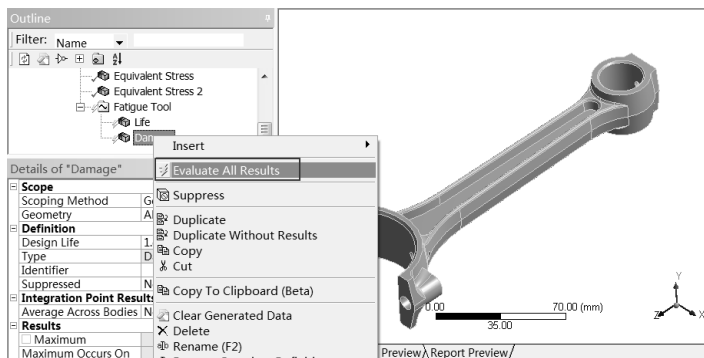

图 16-31 显示几何图形
Step1 : 如图 16-31 所示，选择 Evaluate All Results 命令。